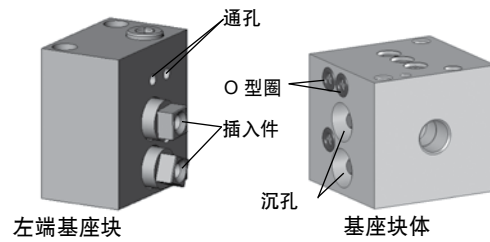

图 1
2. 把一个**基座块**放在**左侧端部基座块**上, 把 **O 型圈** (9-007) 与通孔对准。左侧端部基座块插件的方端将位于基座块上的沉孔内。参见图 1。